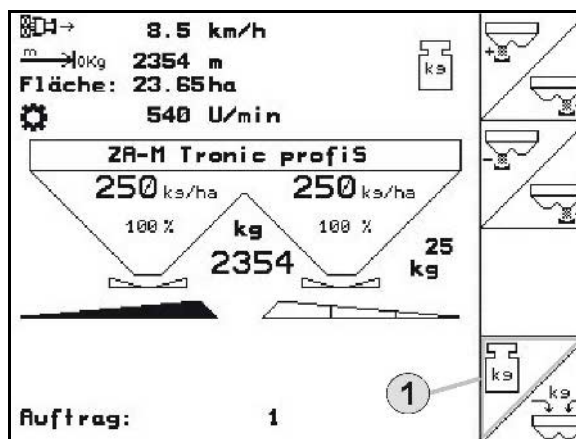

Bild 63
- 2.1 Skruva bort vingskruven (Bild 63/1) som fäster spridartallriken och dra bort spridartallriken från drivaxeln.
3. Haka in uppfångningsbehållaren (Bild 63/2) med hjälp av handtag (Bild 63/3) in ramens mottagaranordningar (Bild 63/4 och Bild 63/5).